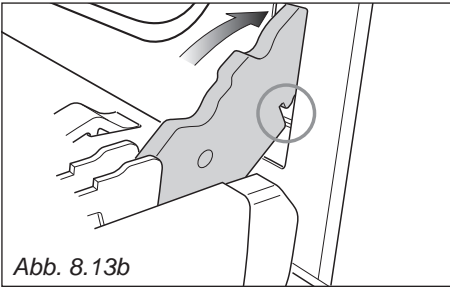

Abb. 8.13b
2. Fügen Sie die Scharnierzungen in die Schlitzte ein und prüfen Sie, ob die Nut, wie in Abb. 8.13b gezeigt, greift.